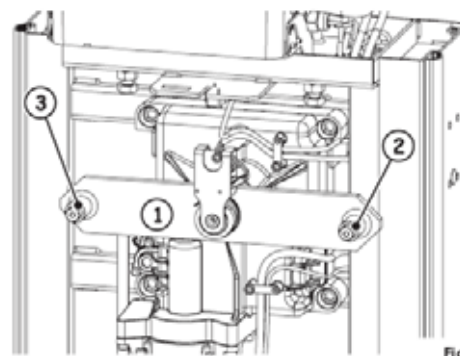

Fig. 11
- Positionner horizontalement la lisse de support du ressort, Fig. 11 réf. 1.
*Si la lisse descend à gauche du montant, **version d'installation à droite**, le plateau doit être fixé sur l'axe 2 figure 11.*
*Si la lisse descend à droite du montant, **version d'installation à gauche**, le plateau doit être fixé sur l'axe 3 figure 11*